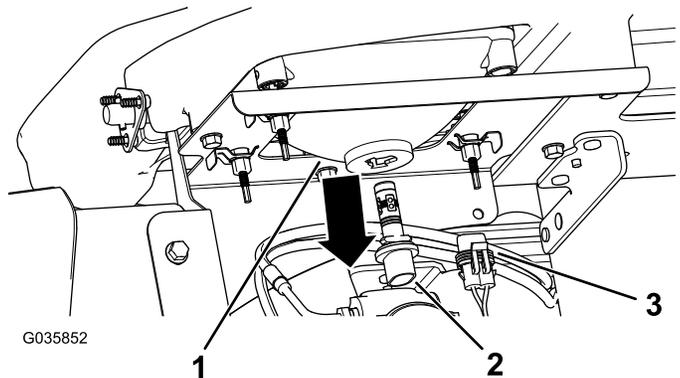

Figura 52
3. Scollegate il connettore elettrico del cablaggio dal connettore del gruppo luci sul retro del vano del faro (Figura 52).
4. Ruotate il gruppo luci di $\frac{1}{4}$ giro in senso antiorario spostandolo indietro, fuori dalla sede del vano del faro (Figura 52).
5. Inserite il nuovo gruppo luci e il vano del faro e allineate le linguette nel gruppo luci alle fessure nel vano del faro (Figura 52).
6. Fissate il gruppo luci ruotandolo di 1/4 di giro in senso orario (Figura 52).
7. Collegate il connettore elettrico del cablaggio al connettore del nuovo gruppo luci (Figura 52).